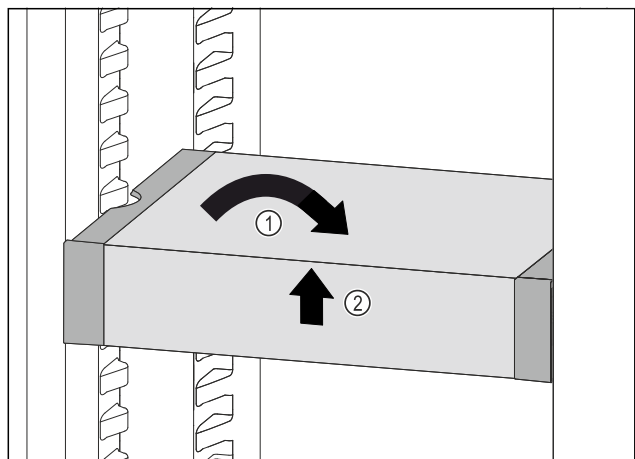

Fig. 74
- Вирівняти VarioSafe. Fig. 74 (1)
- Підняти VarioSafe спереду. Fig. 74 (2)